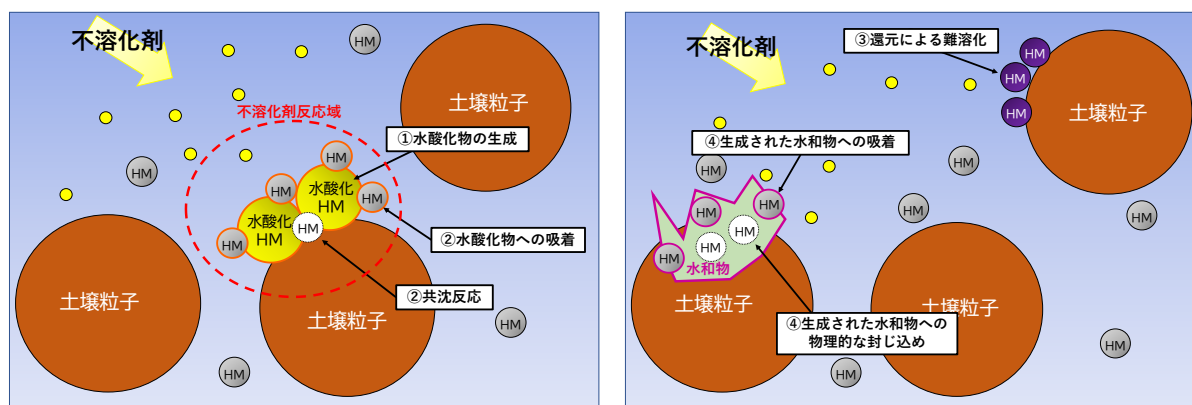

図2. 不溶化メカニズムのモデル図
- i. 土壌中の重金属と直接反応し、溶解度の低い化合物を生成。 . . . 図2 ①、②、③
- ii. 土壌中で形態変化し、重金属と反応して溶解度の低い化合物を生成。 . . . 図2 ③
- iii. 膠結作用により土粒子を安定な集合体とし、土壌全体を固結させ、溶出を遅延。 . . . 図2 ④